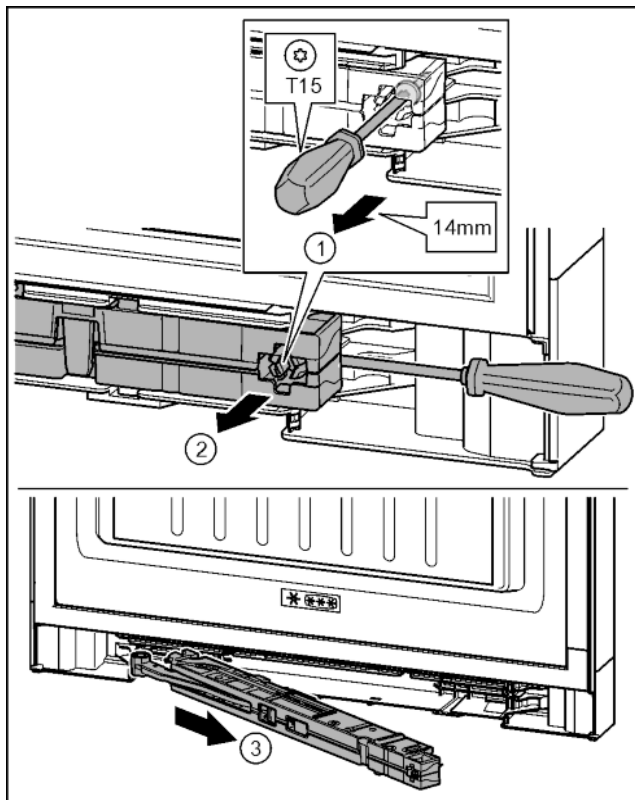

Fig. 19
- ▶ Przy pomocy śrubokręta T15 odkręcić śrubę na amortyzatorze zamykania drzwi ok. 14 mm. Fig. 19 (1)
- ▶ Od strony uchwyty, za amortyzator zamykania drzwi wsunąć śrubokręt. Amortyzator obrócić w przód. Fig. 19 (2)
- ▶ Wyjąć amortyzator. Fig. 19 (3)